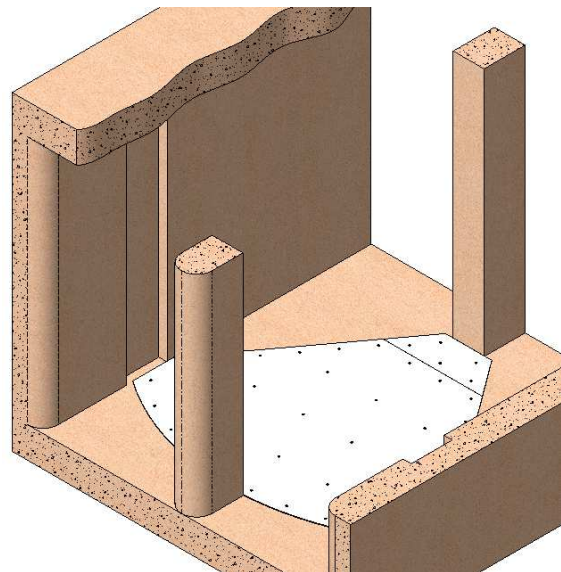

Abb. 1
- Wenn alle Bedingungen erfüllt sind, kann die Rahmengrundplatte (Nr. 01 in Abb. 18) an ihre Position gebracht werden. Hierfür wird sie in Bezug auf den Kanal horizontal zentriert, während gleichzeitig das Ende des Drehpunkts an der Wand aufliegt, an der der Drehdichtungshalter befestigt werden soll (Abb. 1).